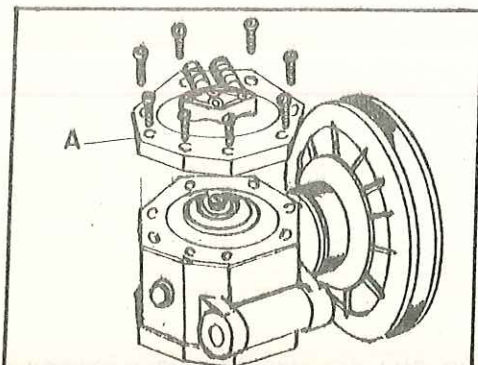

Fig. H-63 Tapa de la membrana
- 1.2. Desmontar la tpa de la membrana A, soltando los tornillos que la sujetan - (Fig. H-63).